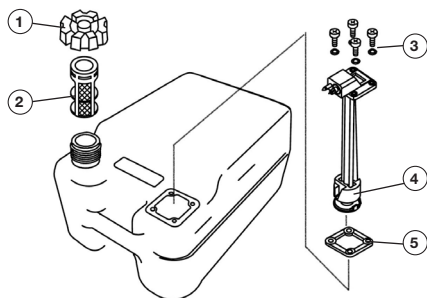

Рис. 51 Обслуживание внешнего топливного бака
1. Открутите крышку 1 топливного бака и извлеките из горловины бака сетчатый фильтр 2 (Рис. 51).
5. Открутите винты 3 крепления топливозаборника и извлеките топливозаборник 4 из бака (Рис. 51).
7. Установите между топливозаборником и топливным баком новую прокладку 5 (Рис. 51).